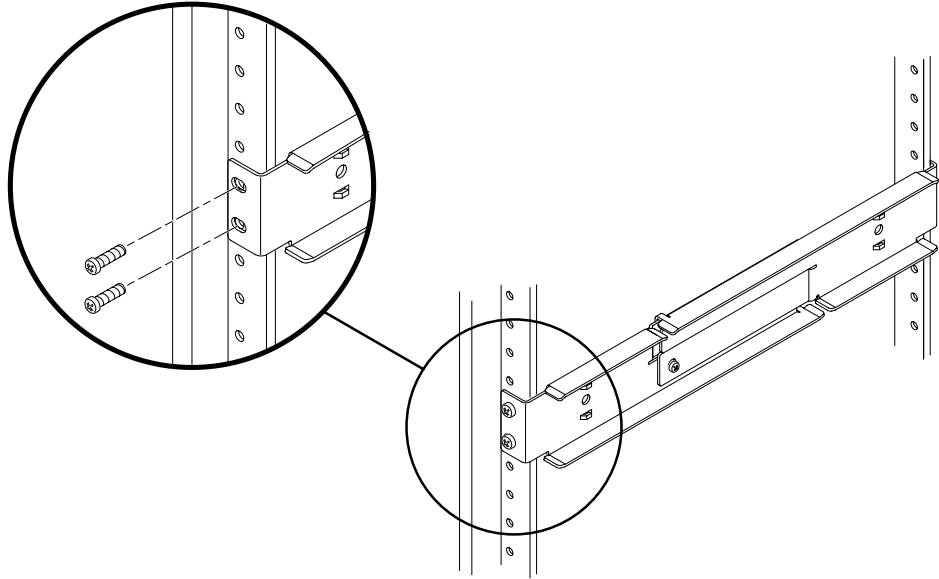

ABBILDUNG 3-16 Befestigen der Vorderseite der verstellbaren Schienen am Rack
3. Ziehen Sie die verstellbaren Schienen hoch, bis sie die gewünschte Position im Rack haben. Befestigen Sie den vorderen Teil der Schiene mit zwei Schrauben am Rack (ABBILDUNG 3-16).